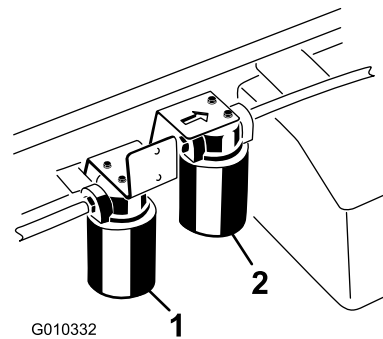

Figura 75
3. Collocate una bacinella di spurgo sotto il filtro, e togliete il filtro (Figura 75).
1. Pulite la superficie circostante il filtro ad alto flusso (Figura 75).